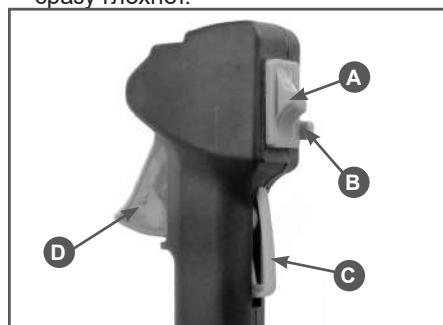

Рис.10 Расположение органов управления на рукоятке
5. Выключатель зажигания (А) установите в нижнее положение Рис.10. Удерживая стопорный рычаг рычага газа (С) Рис.10 нажмите на рычаг газа (D). Для облегчения запуска зафиксируйте курок газа стопором (В) Рис.10.